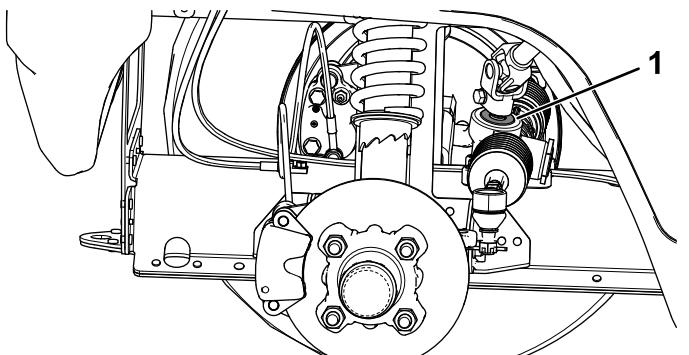

Figura 43
**Importante:** Ispezionate lo stato e la sicurezza della guarnizione dell'albero del pignone (Figura 43).